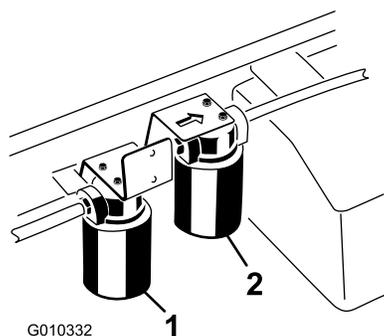

図 71
5. フィルタの下に廃油受けを置いてフィルタを外す 図 71。